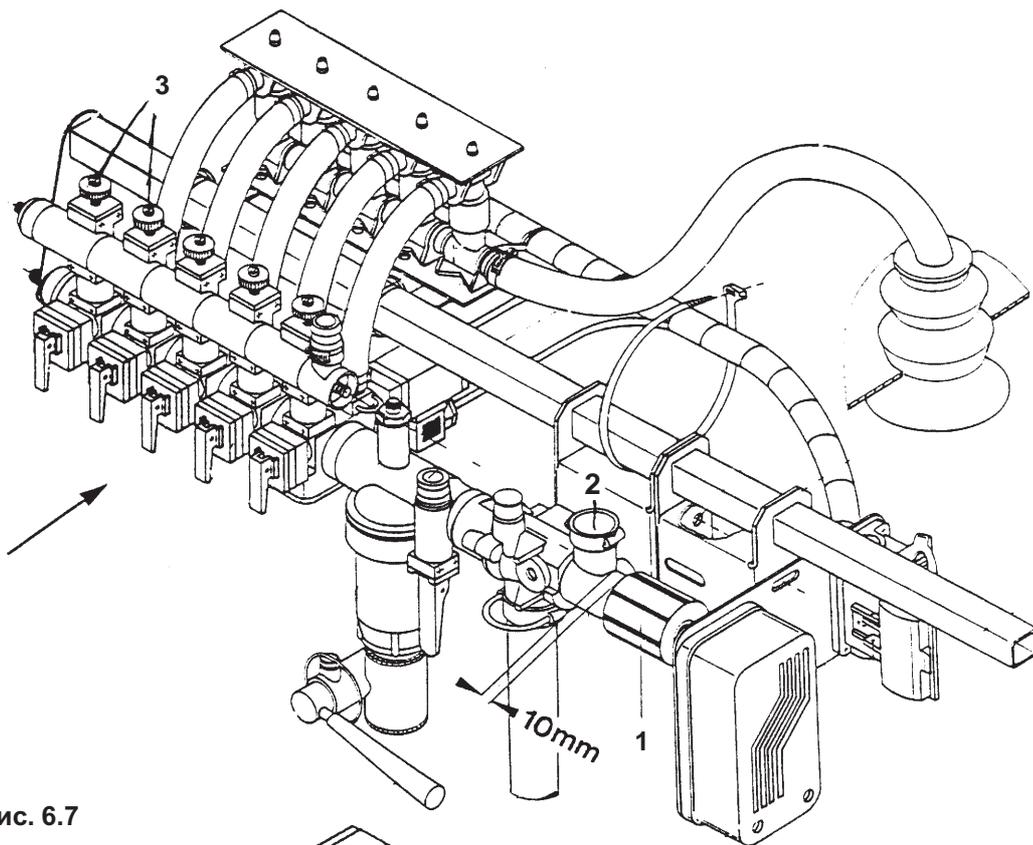

Рис. 6.7
- Регулировка предохранительного клапана. Для этого отвинтить регулировочную гайку (рис. 6.7/1) на автоматике дозирования то тех пор, когда между венчиком регулировочной гайки и штуцером шланга обратного слива (рис. 6.7/2) расстояние будет 10 мм. При этом предохранительный клапан установится на давление примерно 7 бар.